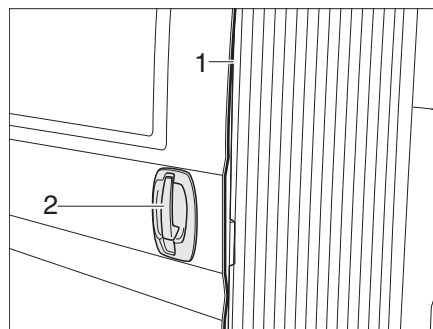

Bild 16 Schiebetür, elektrisch - Türgriff außen
- ▷ Um Quetschungen an der elektrischen Schiebetür zu vermeiden, befindet sich an der Schließkante eine Kontaktleiste (Bild 16, 1). Bei Berührung wird die Bewegung der Schiebetür sofort gestoppt.
Öffnen: ■ Am Türgriff (Bild 16,2) ziehen. Die elektrische Schiebetür fährt bis zum Anschlag auf.
Schließen: ■ Am Türgriff (Bild 16,2) ziehen. Die elektrische Schiebetür schließt sich und fährt in das Türschloss.